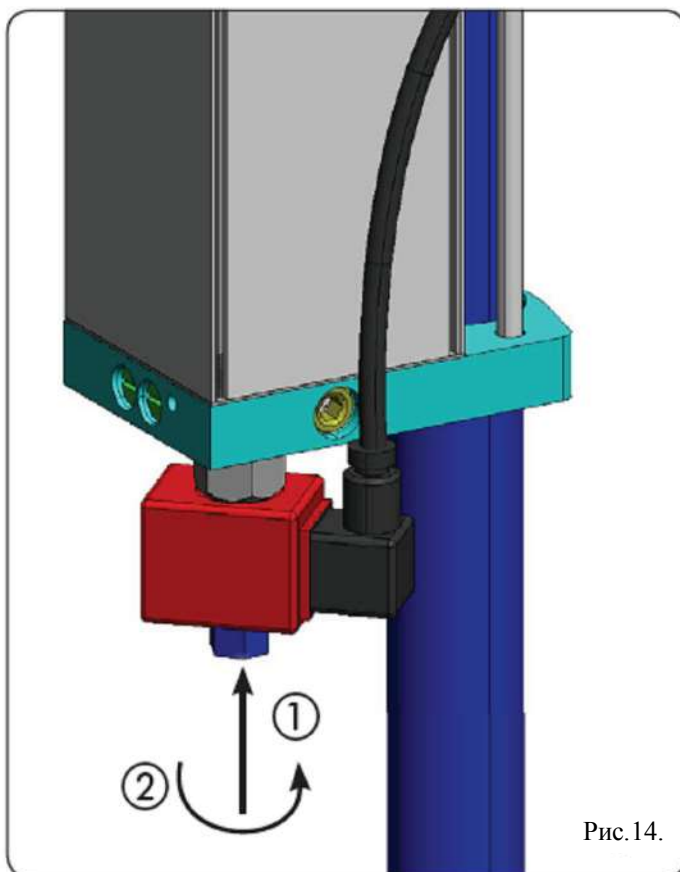

Рис.14.
- 2.Полностью нажмите на штырек в смотровом отверстии соленоидного клапана (рис.14, обозначение (1)).
- 3.Поверните штырек до упора, как показано на рисунке (рис.14, обозначение (2)).